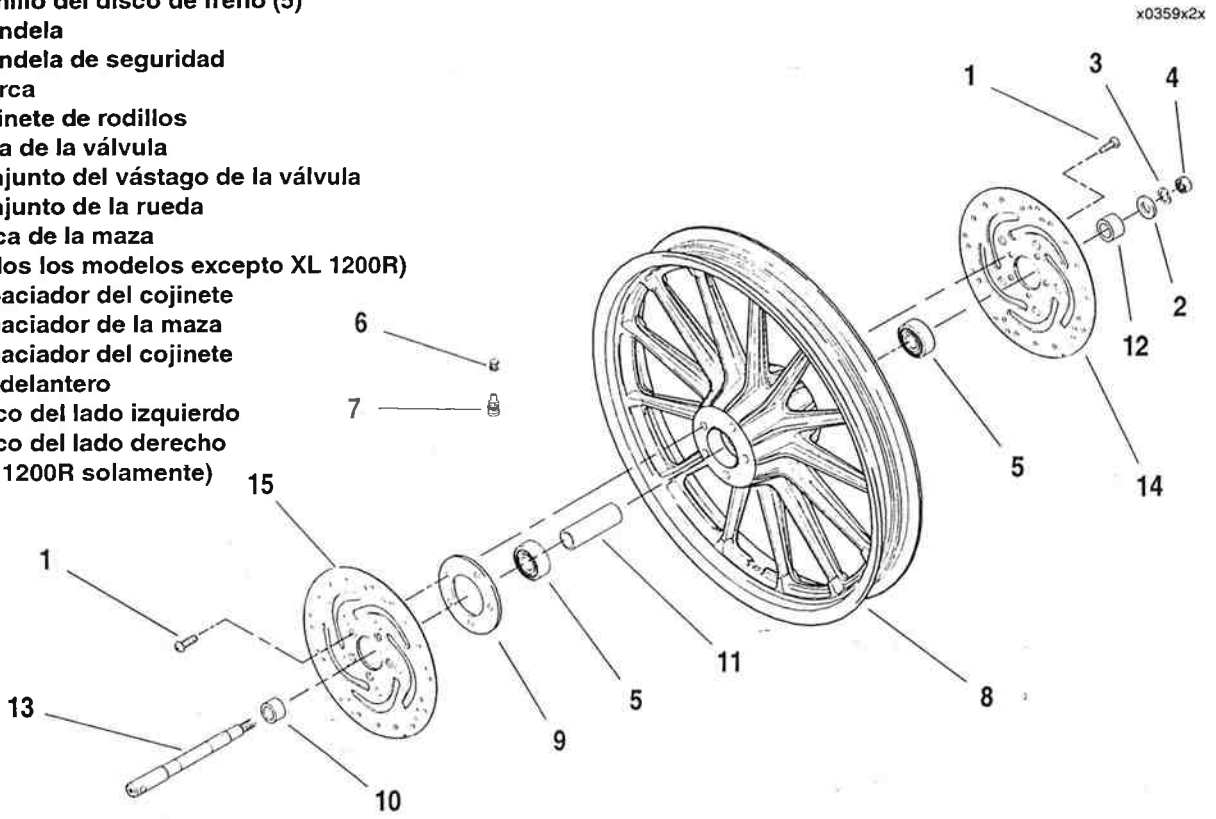

Figura 2-5. Rueda fundida delantera
1. Vea la Figura 2-5. Extraiga los espaciadores de los cojinetes (10, 12) del lado izquierdo y derecho de la rueda.
2. Si es necesario, extraiga cinco tornillos (1) y el disco de freno izquierdo (14).
3. Si es necesario, extraiga cinco tornillos y el disco de freno derecho (15) (XL 1200R solamente) o placa de la maza (9) (todos los modelos excepto XL 1200R).
4. Si es necesario, desmonte los cojinetes de rodillos (5) y espaciador de la maza (11). Consulte COJINETES SELLADOS DE LA RUEDA, en esta sección.
1. Vea la Figura 2-5. Instale los cojinetes de la rueda (5) y espaciador de la maza (11), si fueron desmontados. Consulte COJINETES SELLADOS DE LA RUEDA más adelante en esta sección.
- a. Aplique dos gotas de LOCTITE THREADLOCKER 243 a los tornillos (1). Instale el disco de freno derecho (15) (XL 1200R solamente) o placa de la maza (9) (todos los modelos excepto XL1200R). Asegure con tornillos y apriete a 21,7-32,6 N·m (16-24 lb·pie).
- b. Aplique dos gotas de LOCTITE THREADLOCKER 243 a los tornillos (1). Instale el disco de freno izquierdo (14). Asegure con tornillos y apriete a 21,7-32,6 N·m (16-24 lb·pie).